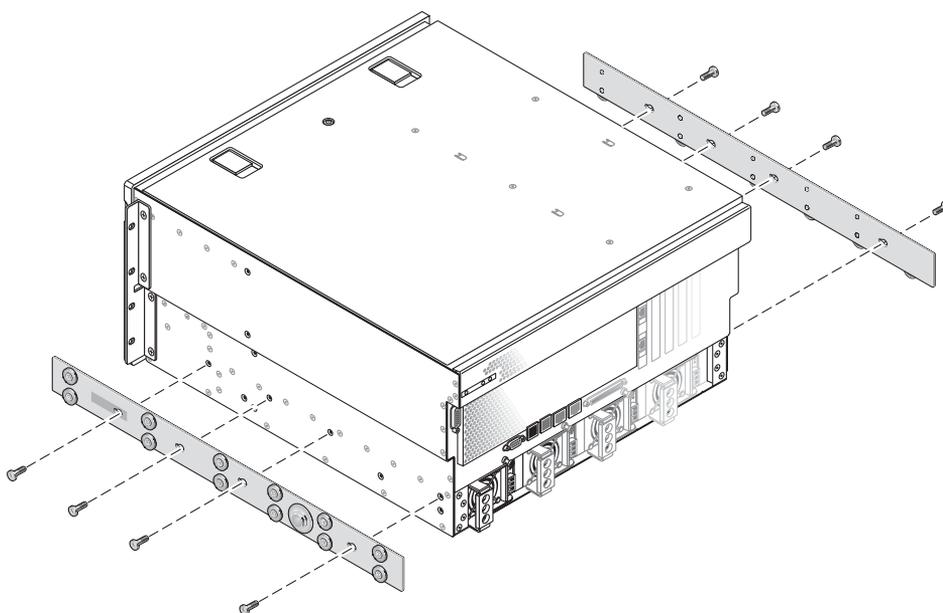

図 3-9 システムシャーシへのレールの固定
5. レールの穴をサーバー側面の対応する穴に合わせてから、出荷キットに含まれるねじを8本(各側面で4本ずつ)使用して、レールをサーバーの側面に固定します(図3-9)。